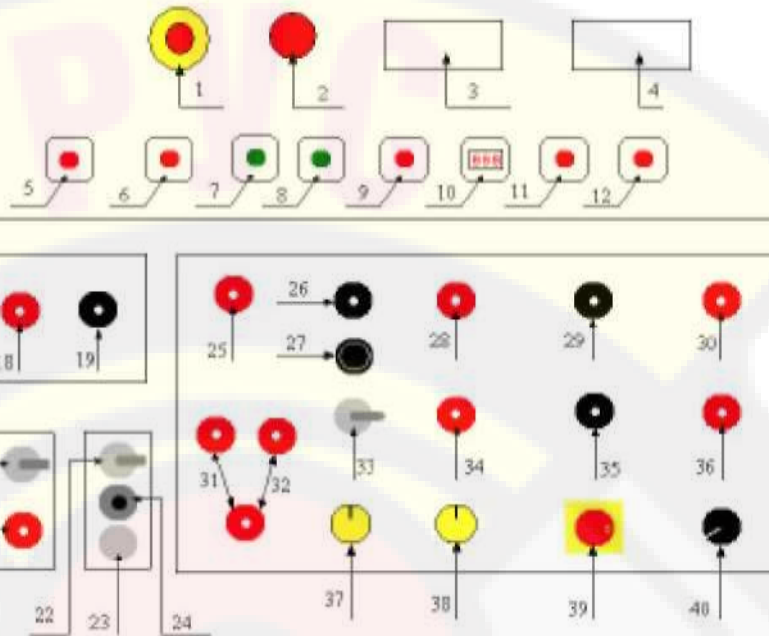

Fig. 1
- Переключите главный выключатель в положение “1” (Об. 39, Рисунок 1)
Подключите сопротивление (10 кОм) между DFM и B+ (рис.1)